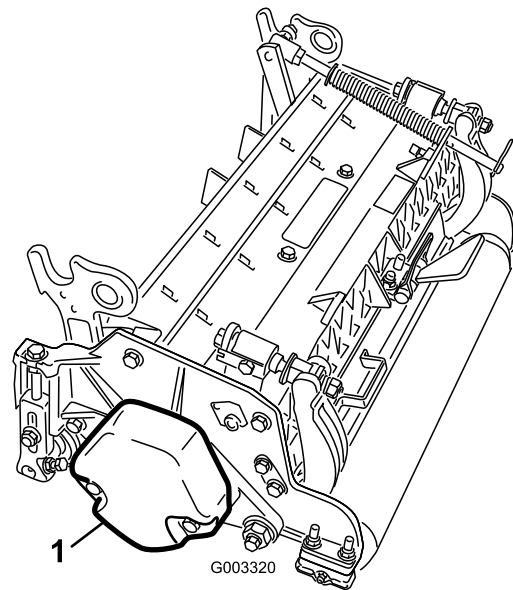

Bild 3
4. Stellen Sie sicher, dass das Gegengewicht (Bild 3) am richtigen Ende der Schneideinheit montiert ist, wie in den *Installationsanleitungen* des Gegengewichts beschrieben.